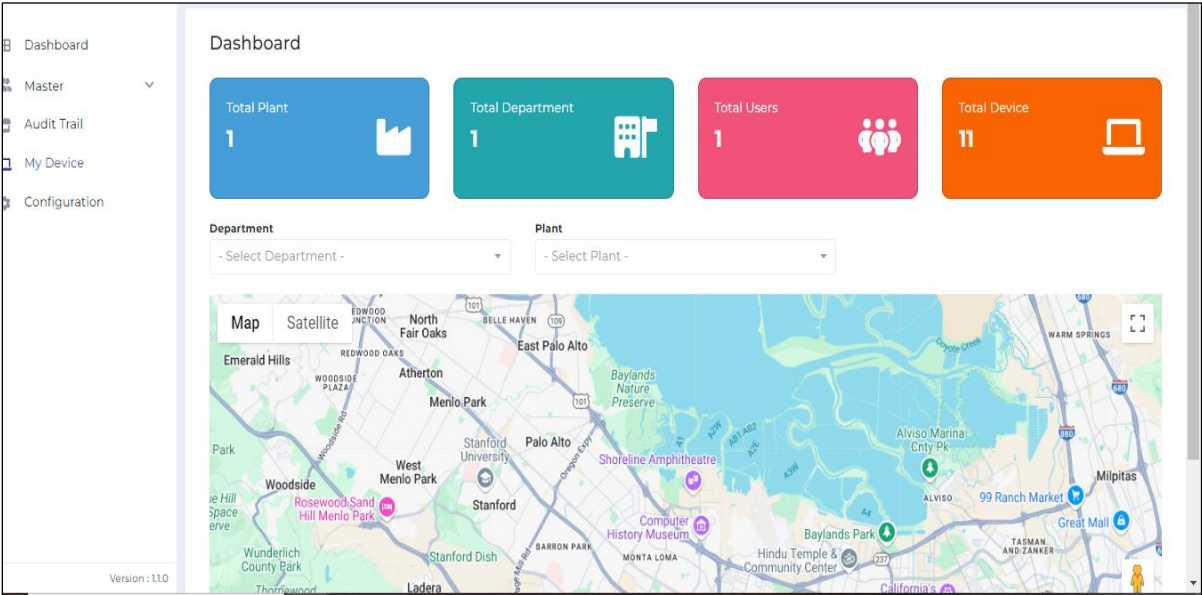

图 37 EMS Cloud 应用程序仪表板
- 登录后，将显示如图 37 所示的仪表板，用户可以在其中查看其公司工厂、部门、用户和设备的统计数据。